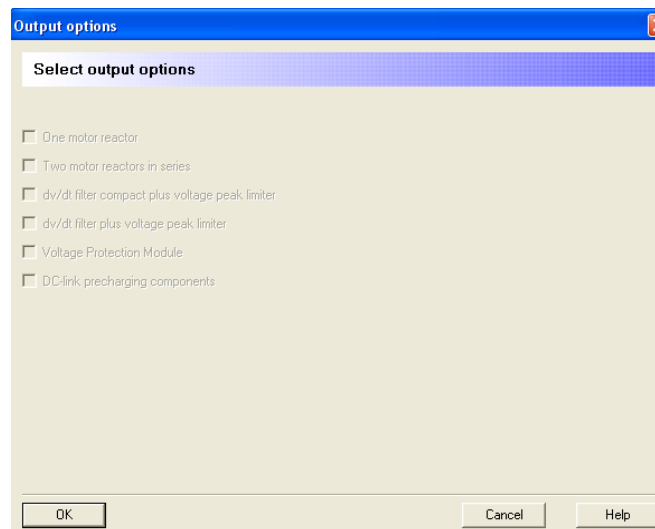

Figura 3.2.39 “Select output options”
- *Output options*: debido a las opciones anteriormente seleccionadas en esta ocasión no se podrá seleccionar ninguna de las opciones que aparecen en la ventana, como se muestra en la figura 3.2.39.